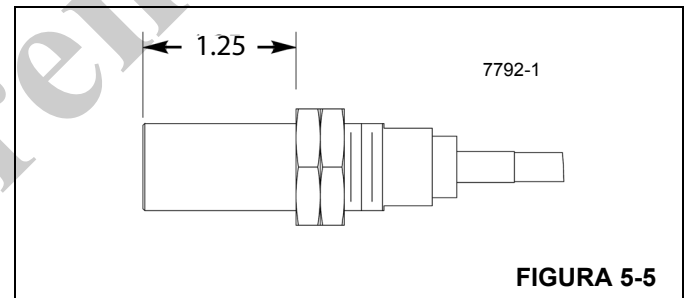

FIGURA 5-5
1. Gire las dos contratuercas en el sensor de rotación del tambor para producir 31 mm (1.25 pulg) de longitud instalada de roscas desde la parte inferior del sensor hasta la contratuerca inferior (Figura 5-5).